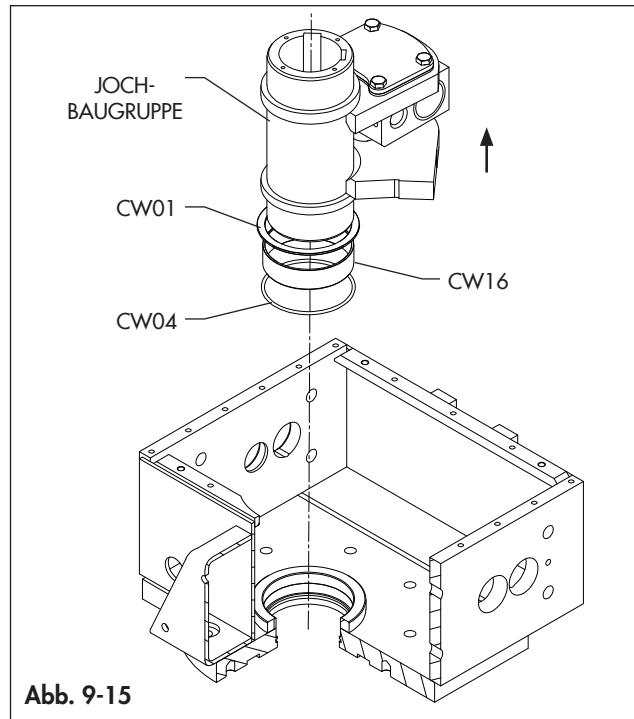

Abb. 9-15
- Nehmen Sie die Jochbaugruppe mit Hilfe einer geeigneten Hebevorrichtung vom Zentralmodul ab und legen Sie sie in einer sicheren Position auf der Werkbank ab. (Abb. 9-15)
- Entfernen Sie das Axiallager (CW01), das Wellenlager (CW16) und den O-Ring (CW04) vom Zentralmodul. (Abb. 9-15)